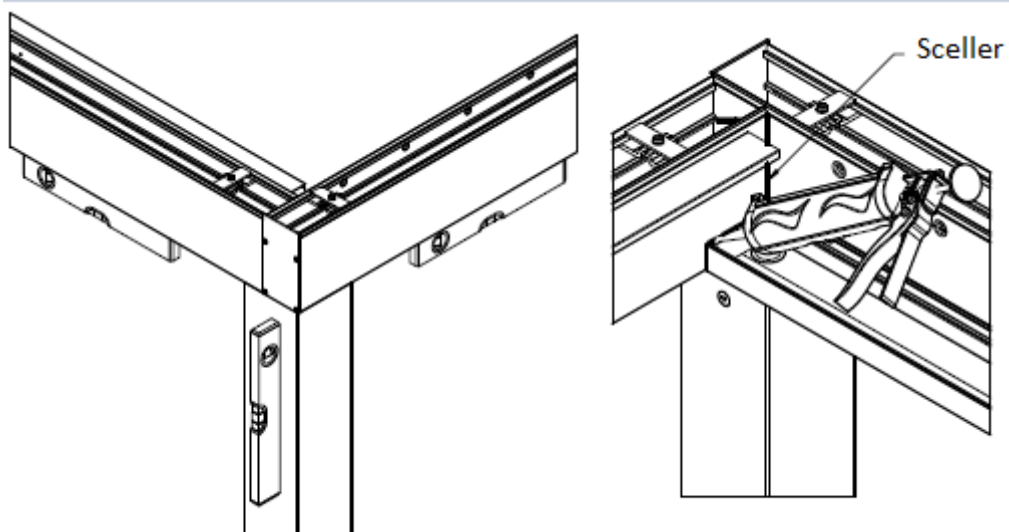

Fig. 12
11. Une fois la structure correctement positionnée, il faut ancrer toutes les colonnes. Après l'ancrage, scellez l'espace entre la poutre transversale, la poutre longitudinale et la gouttière - Figure 12.
12. Une fois la structure correctement positionnée, il faut ancrer toutes les poteaux. Après l'ancrage, scellez l'espace entre la poutre transversale, la poutre longitudinale et la gouttière - Figure 12.